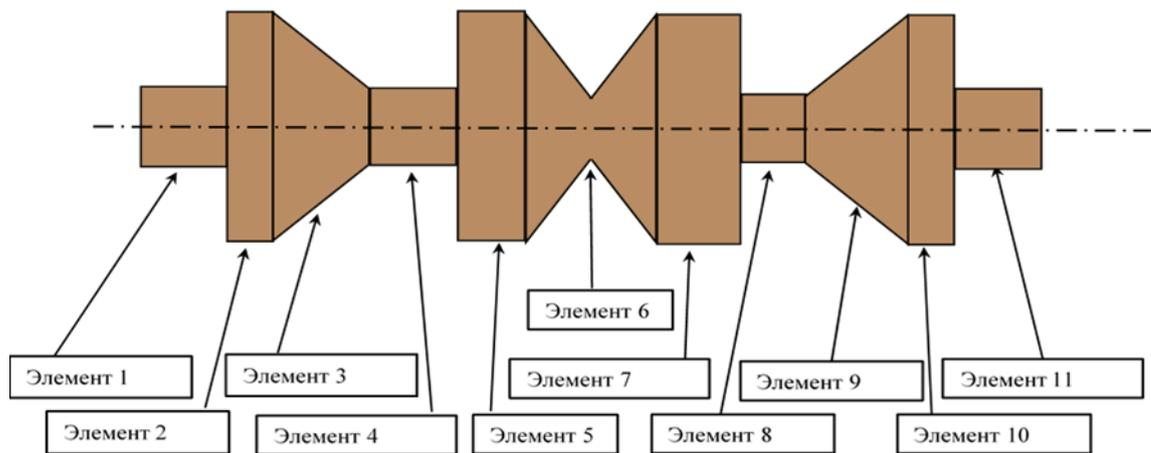

Рис.1
1. По представленной на рис. 1. детали и в полном соответствии с значениями, указанными в таблице, разработайте чертёж детали. Форму изделия, изображённую на рисунке, сохраните без изменений. На правом торце детали выполните фаску $3 \times 45^\circ$. Разработайте чертёж данной детали и выполните его в масштабе М1:1 с применением стандартных чертёжных инструментов на бумаге, соответствующей формату А4.